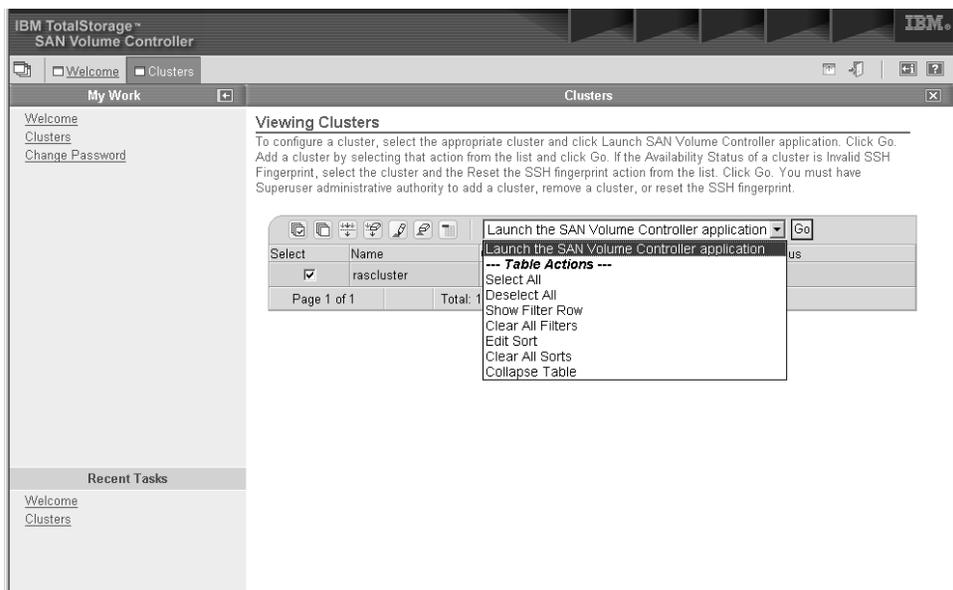

図 22. ドロップダウン・メニューを選択した SAN ボリューム・コントローラー・コンソール「クラスターの表示 (view cluster)」パネル
4. SAN ボリューム・コントローラー・コンソールは複数の SAN ボリューム・コントローラー・クラスターをサポートできるので、まず、取り扱う SAN ボリューム・コントローラー・クラスターを選択します。次に、ドロップダウン・メニューから、図 22 に示す「SAN ボリューム・コントローラー・アプリケーションの起動」を選択します。